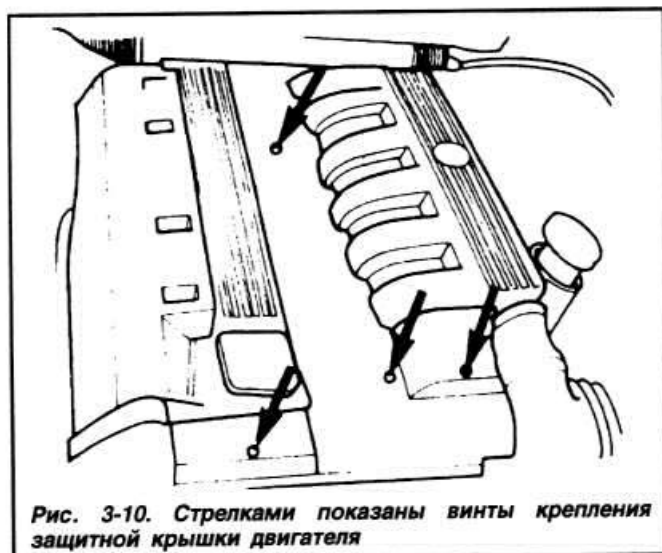

Рис. 3-10. Стрелками показаны винты крепления защитной крышки двигателя
- Снять защитную крышку двигателя (рис. 3-10).